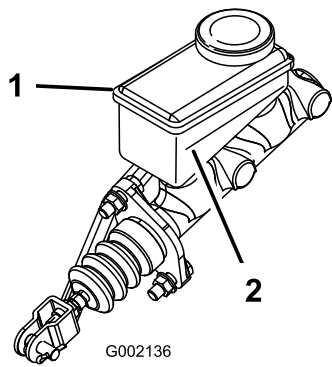

Bild 54
3. Lesen Sie den Flüssigkeitsstand am Stutzen an der Seite des Behälters ab (Bild 54).
- B. Füllen Sie DOT 3-Bremsflüssigkeit in den Behälter, bis der Füllstand über der Minimum-Markierung liegt (Bild 54).